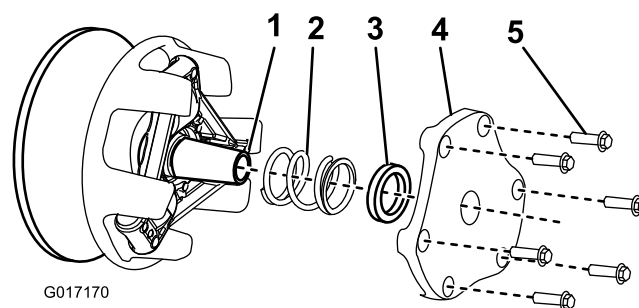

Figura 51
4. Reserve a cobertura, espaçador e mola (Figura 51).